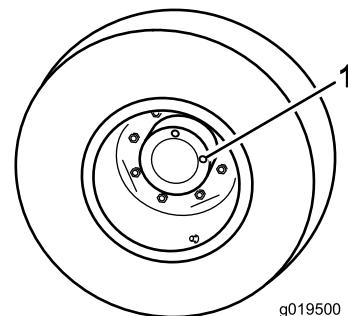

Figura 16
1. Tappo di controllo/spurgo (2)
2. Rimuovete il tappo a ore 3 (Figura 16).